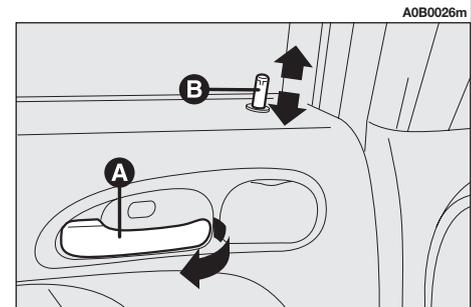

Abb. 17
– Zum Öffnen der Tür den Türgriff (**A**, **Abb. 17**) ziehen.
Durch Druck auf den Sicherungsknopf (**B, Abb. 17**) der hinteren Tür wird nur die betreffende Tür blockiert.